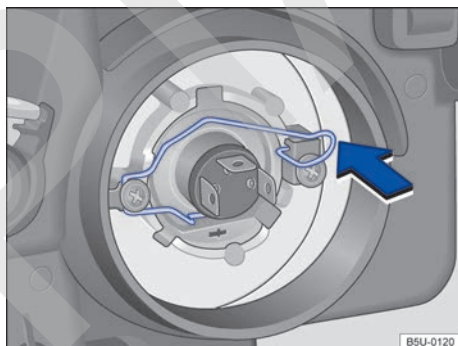

Fig. 169 Resorte de bloqueo de la lámpara incandescente del farol bajo/farol alto.
5. Comprimir el resorte de bloqueo en el sentido de la flecha ⇒ fig. 169 y desplazarlo, para desbloquear la lámpara.